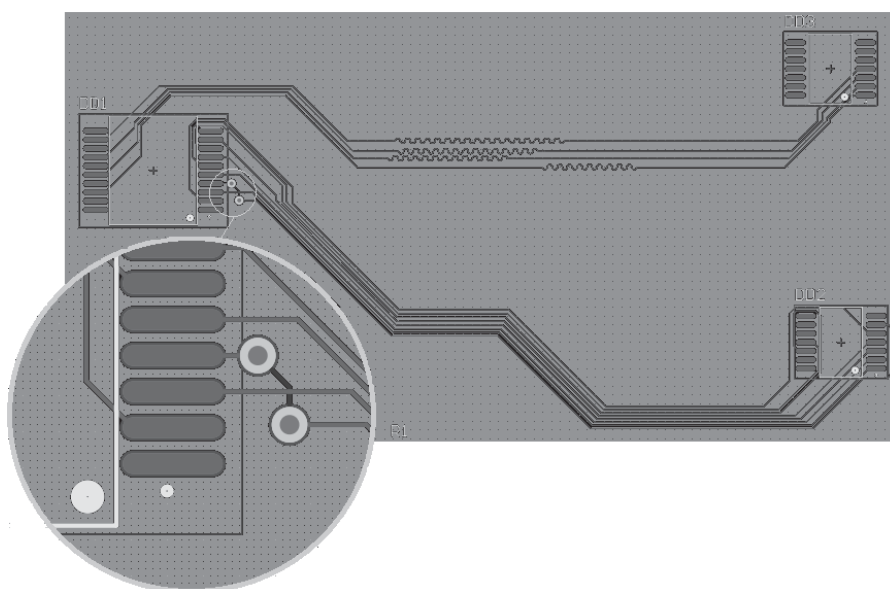

Рис. 6.24. Выравнивание длины трасс и завершение неразведенных связей
Неразведенные связи могут быть трассированы обычной интерактивной трассировкой, с переходами из слоя в слой (рис. 6.24).
**ActiveRoute** флажка опции **Tune Selected** (см. рис. 6.21, а). В нижележащих полях панели **PCB ActiveRoute** (рис. 6.21, б) настраиваются параметры удлинняющих звеньев: «амплитуда» колен змейки (**Max Amplitude**) и зазор между соседними коленами (**Min Space**). Результат подстройки показан на рис. 6.24.